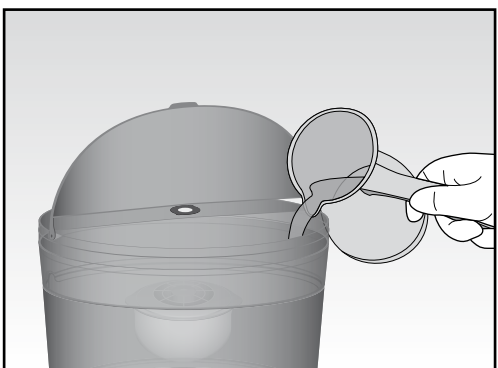

Fig. 10
- Lift the special opening section in the lid (H), and pour clean water into the tank (G) up to the "MAX" level marked on the tank itself (Fig. 10).
- Note:** If the appliance has been emptied, it is necessary to press the dispensing lever (C) with a glass, while the tanks are being filled. This is to prevent air from remaining inside the appliance. Once the water has started to flow from the tap, it is possible to release the lever (C).
- Fill up the tank (G) when necessary, lifting the special opening section of the lid (H) (Fig. 10).
- Den aufklappbaren Teil des Deckels (H) öffnen und klares Wasser in den Tank (G) füllen, bis die am Tank selbst befindliche Markierung „Max“ erreicht ist (Abb. 10). Es braucht etwas Zeit, bevor die Filterwirkung des Filters wahrzunehmen ist.
- **Hinweis:** Wenn das Gerät entleert worden war, empfiehlt es sich, den Abgabehebel (C) mithilfe eines Bechers gedrückt zu halten, während die Tanks gefüllt werden, um Lufteinschlüsse im Inneren des Geräts zu vermeiden. Wenn das Wasser aus dem Zapfhahn zu fließen beginnt, kann der Hebel (C) losgelassen werden.
- Den Tank (G) bei Bedarf nachfüllen, indem der aufklappbare Teil des Deckels (H) geöffnet wird (Abb. 10).